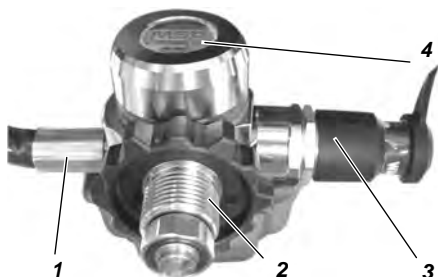

Fig. 2 Reduktionsventil
Reduktionsventilen (se Fig. 2) fastgøres på rygskjoldets nederste del. Reduktionsventilen er udstyret med en sikkerhedsventil samt multikanal-slangen til tilslutning af Combo manometeret. Reduktionsventilen reducerer flasketrykket til ca. 7 bar og sikkerhedsventilen aktiveres ved en for høj trykstigning for at undgå skader, og garanterer derved en konstant luftforsyning.
Udover standardenhedens dele, leveres denne model også med en højtryks sikkerhedskobling (se pos. 3 i Fig. 2). Det er dermed muligt at påfylde 300 bar tryklufstflaskerne, mens tryklufstapparatet er i brug.